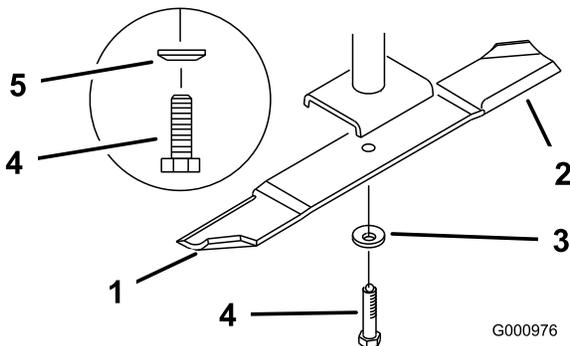

Bild 81
2. Entfernen Sie die Messerschraube, Federscheibe und das Messer von der Spindelwelle (Bild 81).
Schnittmesser in seiner horizontalen Position bleibt, ist es ausgewuchtet und kann wiederverwendet werden. Feilen Sie, wenn das Schnittmesser nicht ausgewuchtet ist, vom Flügelbereich des Messers etwas Metall ab (Bild 81). Wiederholen Sie diesen Vorgang, bis das Messer ausgewuchtet ist.
1. Setzen Sie das Messer auf die Spindelwelle (Bild 81).
2. Setzen Sie die Federscheibe und die Messerschraube ein. Der Konus der Federscheibe muss bei der Installation in Richtung Schraubenkopf zeigen (Bild 81). Ziehen Sie die Messerschraube mit 115 bis 149 Nm an.